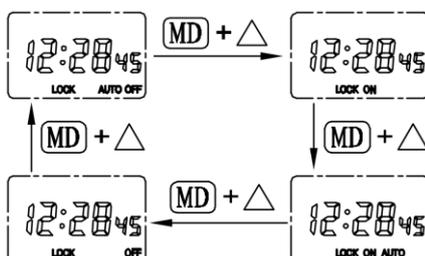

Fig.14
6.3 Después de bloquear el reloj (LOCK), pulsar "MD" y "▲" al mismo tiempo para que el reloj tome el estatus de manual/automático. Pulsar repetidamente "MD"+"▲" para que la pantalla muestre, sucesivamente, "AUTO OFF", "ON", "ON AUTO" y "OFF" (ver Fig.14) Cuando el programa esté en ON o OFF temporalmente durante el proceso de programación, la combinación de estos dos botones puede usarse para cambiar el estado de ON a OFF o viceversa. Cuando el reloj esté trabajando normalmente, según los tiempos ajustados previamente, la pulsación de ambos botones permitirá colocar el aparato en situación "ON AUTO" para que el reloj pueda trabajar cuando alcance el ajuste de control automático del tiempo.